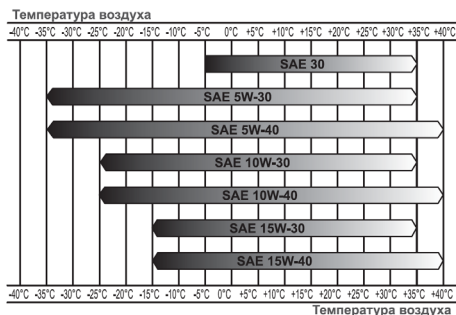

Рис. 9 Определение вязкости масла
5. Аккуратно вытащите щуп и осмотрите его. Уровень масла должен соответствовать верхней отметке на щупе. При недостаточном уровне масла в картере необходимо долить чистое масло до верхней отметки на щупе, что соответствует нижней кромке заливного отверстия (Рис. 9). После